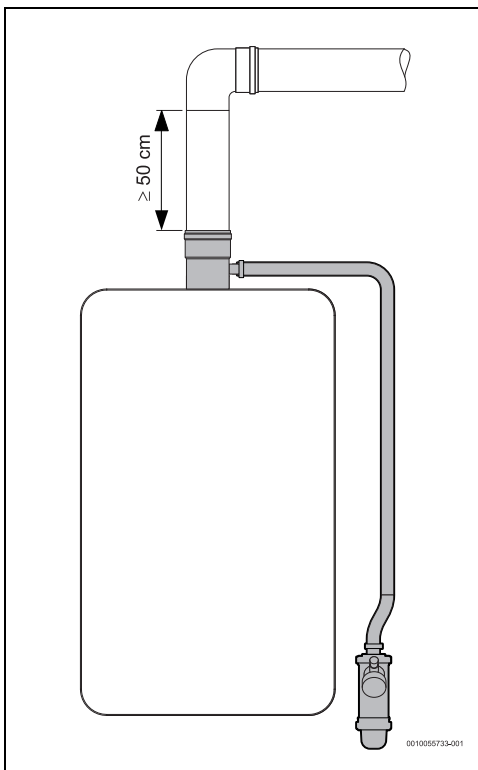

Fig. 17 Siphon des condensats (gaine technique horizontale)
- la longueur de la première section de la gaine technique est verticale et supérieure à 50 cm (fig. 17).